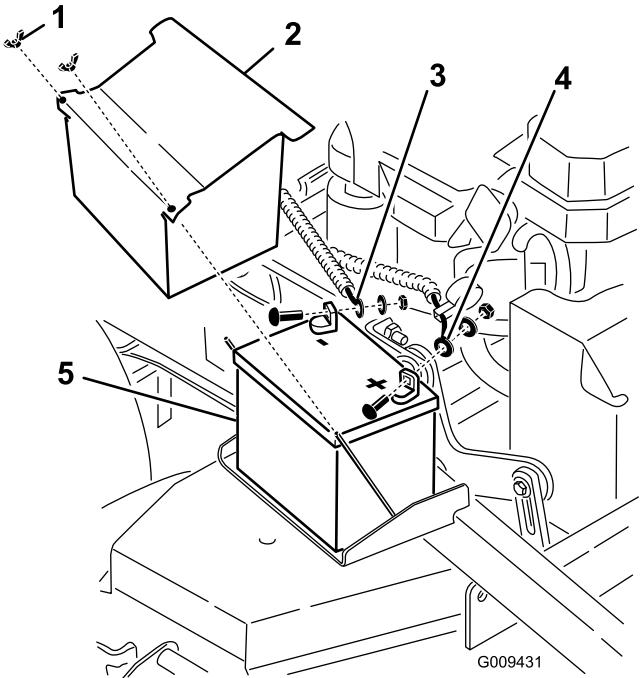

Figure 52
3. Enlevez le capuchon en caoutchouc noir qui protège le câble négatif. Débranchez le câble négatif de la batterie de la borne négative (-) de la batterie (Figure 52).
4. Enlevez le capuchon rouge de la borne positive (rouge) de la batterie. Débranchez ensuite le câble positif (rouge) de la batterie (Figure 52).
5. Déposez la plaque de maintien de la batterie (Figure 52) et enlevez la batterie.
1. Placez la batterie sur la machine (Figure 52).
3. Commencez par relier le câble positif (rouge) à la borne positive (+) de la batterie avec un écrou, une rondelle et un boulon (Figure 52). Glissez le capuchon de caoutchouc sur la borne de la batterie.
4. Reliez ensuite le câble négatif et le câble de masse à la borne négative (-) de la batterie avec un écrou, une rondelle et un boulon (Figure 52). Glissez le capuchon de caoutchouc sur la borne de la batterie.